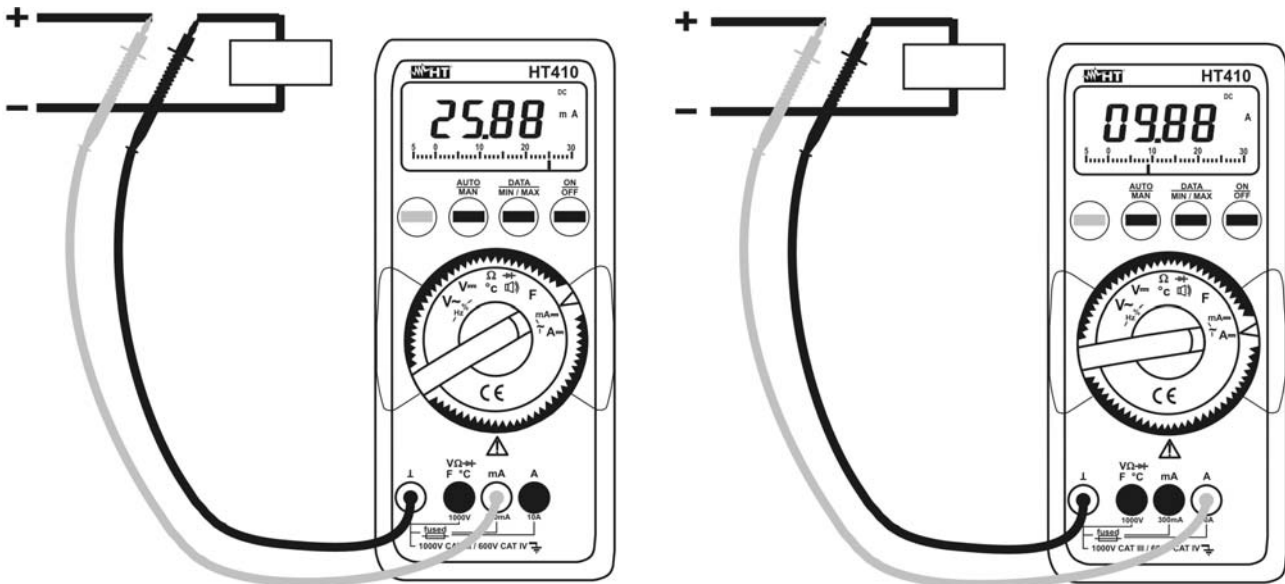

Abb. 10: DC Strommessung
4. Abb. 10 – linke Seite) oder **A Eingang** (siehe
5. Abb. 10 – rechte Seite) und die schwarze Messleitung in den **COM** Eingang.
6. Schließen Sie die rote und die schwarze Messleitung in Reihe mit dem zu messenden Stromkreis an und achten Sie auf die Polarität, der Strom wird angezeigt (Abb.10)